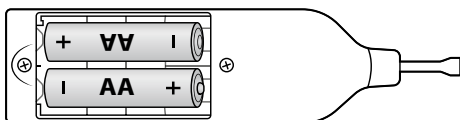

Bild 1
- ◆ Öppna batterifacket ❷ på vaxsmältarens ❶ baksida.
- ◆ Stoppa in batterierna så som framgår av ritningen i vaxsmältarens ❶ batterifack ❷ (se bild 1).
- ◆ Stäng batterifacket ❷ igen.